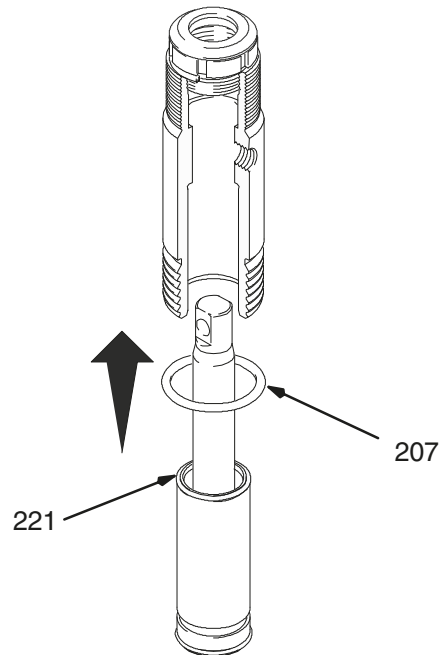

Fig. 17 7582A
Fig. 17. Engrase la junta tórica (221) y colóquela en el manguito. Deslice el conjunto del manguito/varilla del pistón en la parte inferior del cilindro. Si lo desea, reemplace la junta tórica (207).